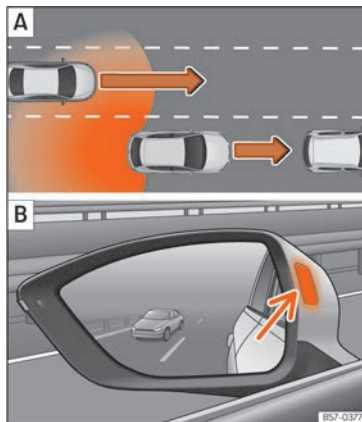

Abb. 179 Schematische Darstellung: **[A]** Überholvorgang mit Verkehr im hinteren Bereich. **[B]** Anzeige des Spurwechselassistenten im Außenspiegel links.
In nachfolgenden Situation wird die Anzeige im Außenspiegel »» **Abb. 179 [B]** (Pfeil) oder »» **Abb. 180 [B]** (Pfeil) dargestellt:
- Bei einer Überholung durch ein anderes Fahrzeug »» **Abb. 179 [A]**.